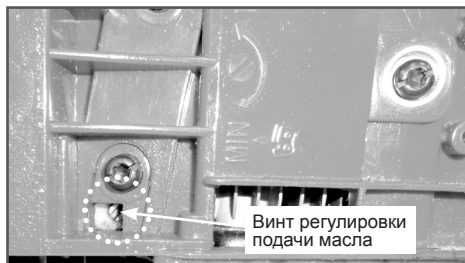

Рис. 7 Винт регулировки подачи масла
3. Количество масла можно корректировать с помощью регулировочного винта, который находится снизу бензопилы (Рис. 7).